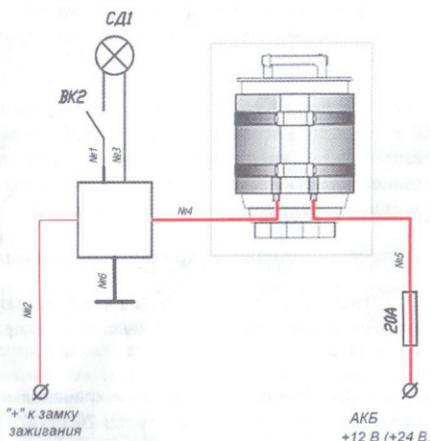

Рисунок 4
5.6 При подключении подогревателя к электрической бортовой сети с автоматическим управлением отключением подогрева по таймеру (рисунок 4):